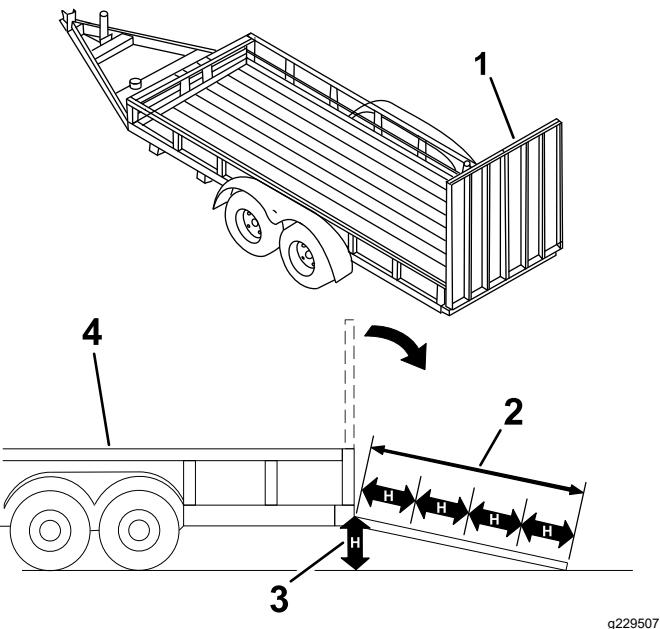

Figure 29
**Le chargement de la machine sur une remorque ou un camion augmente le risque de basculement, et donc de blessures graves ou mortelles (Figure 29).**
3. Abaissez la rampe (Figure 29).